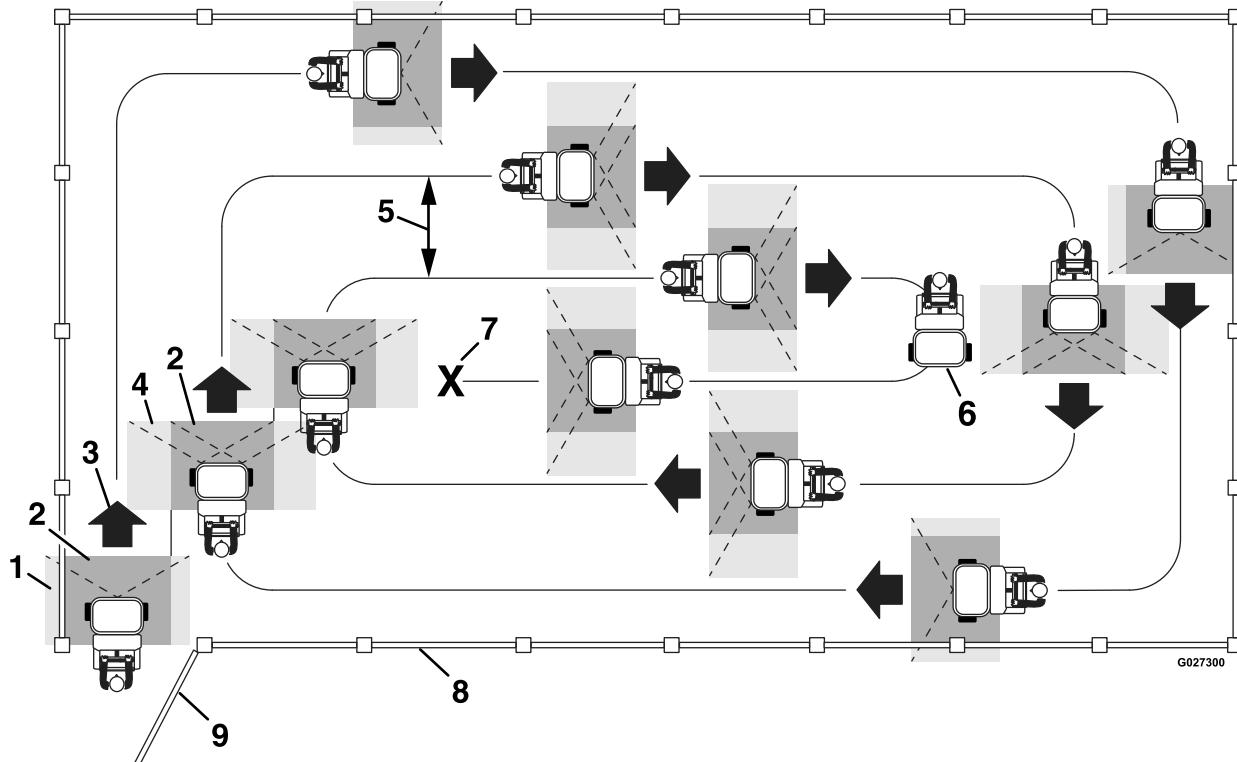

Figure 47
- N'empiez pas sur la zone de pulvérisation effective que vous avez pulvérisée précédemment (voir Figure 47).